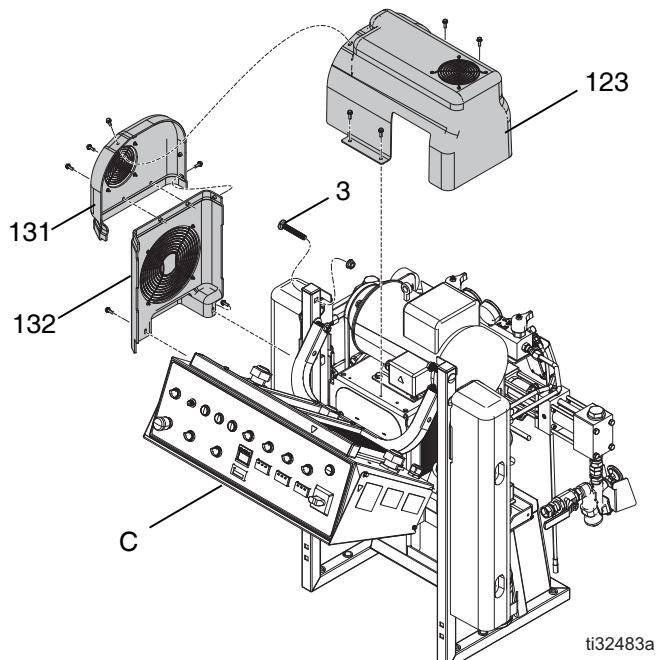
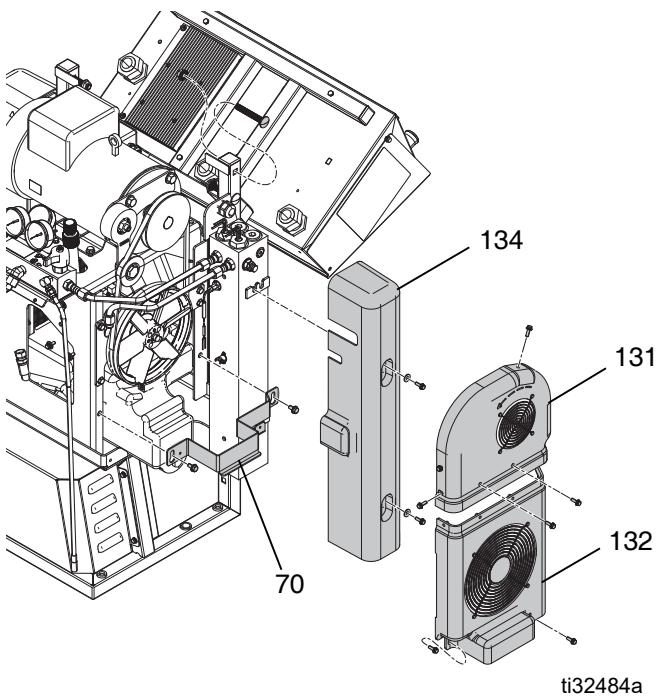

Рис. 63
Рис. 64
- Снимите крышки двигателя и ремня (123, 131). Приподняв крышку (123), ослабьте крепеж серебряного кронштейна (70). Освободите серебряный кронштейн (70) от крепежа и отложите его в сторону. Снимите крышки ремня (131, 132). Снимите крышку нагревателя (123). См. Рис. 63 и Рис. 64.